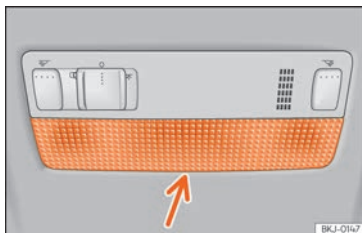

Abb. 112 Leseleuchte vorne.
- Das flache Ende eines dünnen Schraubendrehers zwischen Gehäuse und Glas einführen »» **Abb. 112**.